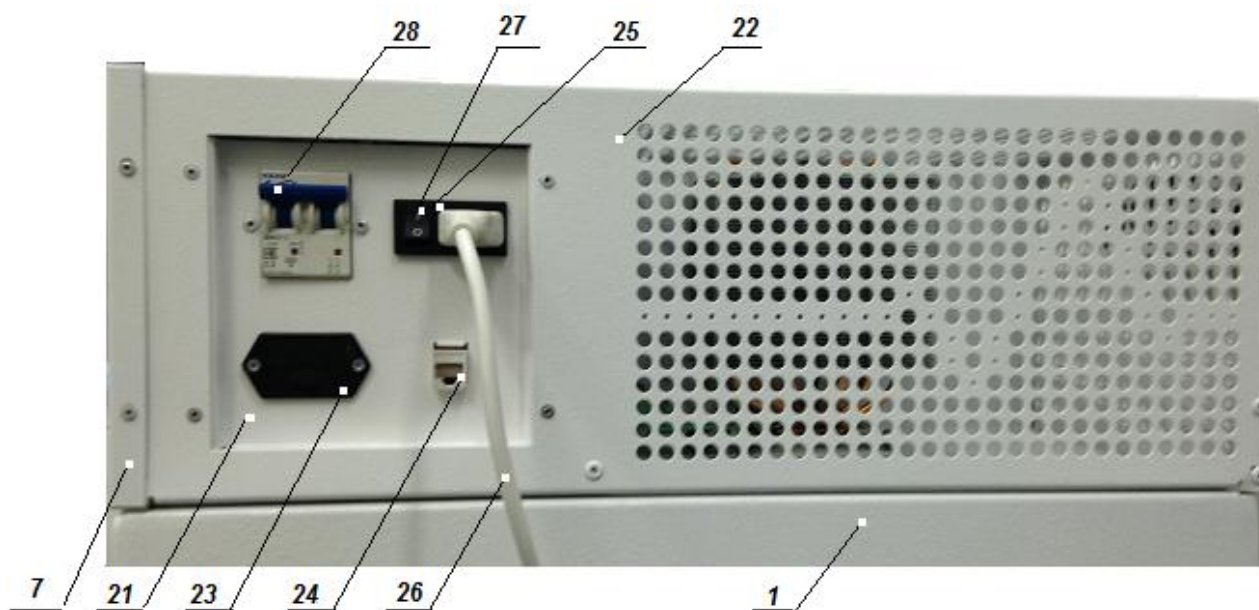

Рис.4. Панель управления электропитанием изделия
4.9 На правой боковой стороне кожуха (22) блока электроники (рис.4) размещена панель (21) с элементами управления электропитанием изделия.